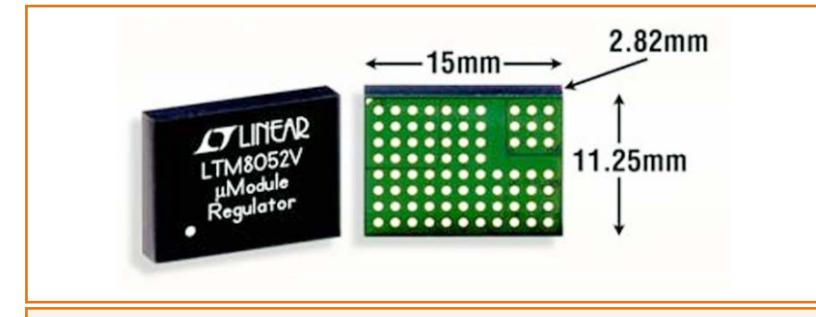

Рисунок 5. Внешний вид микросхемы LTM8052.
- малая высота корпуса LGA с размерами 11.25 15 2.82 мм (см. Рисунок 5).